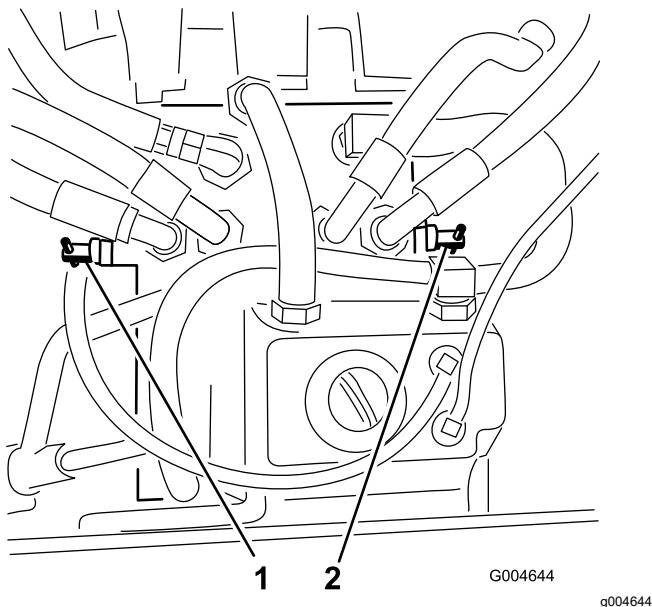

图 26
2. 找到旁通阀 图 26 并将各个旁通阀逆时针旋转 1 圈。
4. 将各个阀门顺时针旋转 1 圈关闭阀门 图 26。